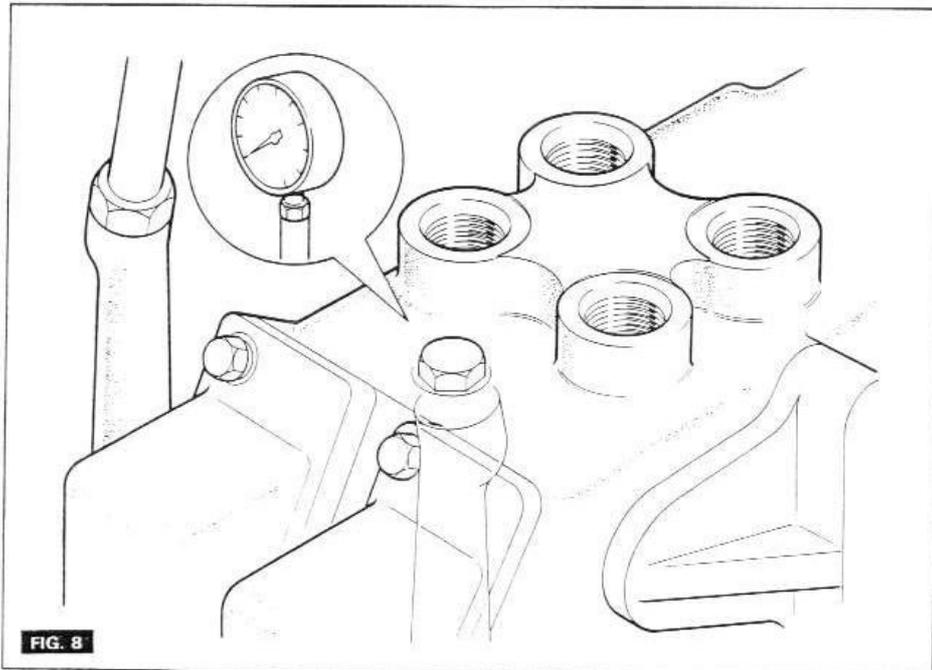

FIG. 8
- 4 - (figure 8) - Enlever le bouchon et brancher le manomètre MF. 148.